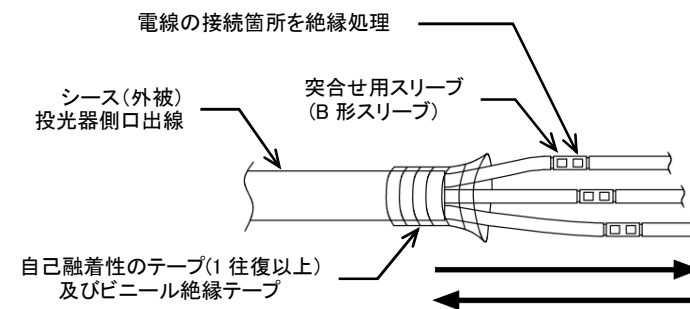

図4
- はんだ処理部を使用しない場合は、はんだ処理部を切断し電線の被覆をむき結線をおこなってください。図4のように、突合せ用B形スリーブ等を用いて電線を突合わせて結線をおこなってください。絶縁処理は導体部分のみではなく、シース(外被)部も含めておこなってください。(推奨スリーブ:突合せ用裸圧着スリーブ B形 1.25)不十分な場合、電線からの浸水による絶縁不良や、LED不点の原因となることがあります。